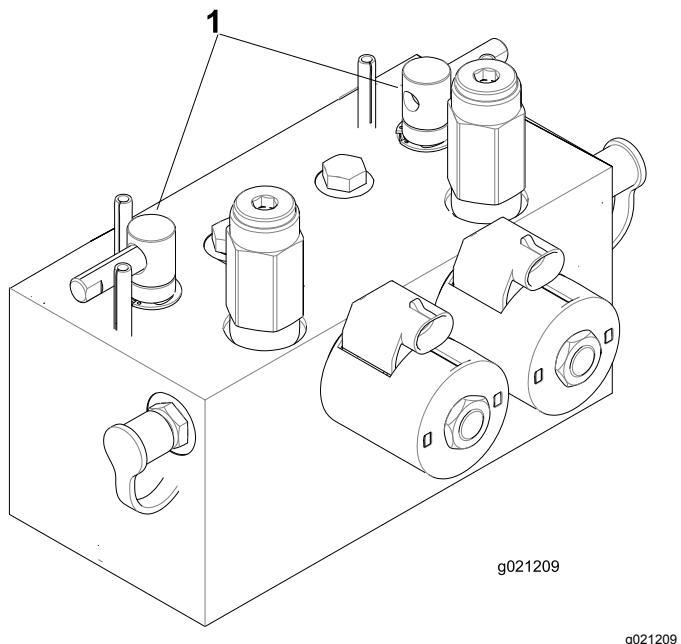

図 93
2. ラッチのロックを外してフードを開けるとバックラップレバーが見える図93。
5. バックラップレバーで、前のカッティングユニット又は後のカッティングユニット、あるいは両方を選択する図93。